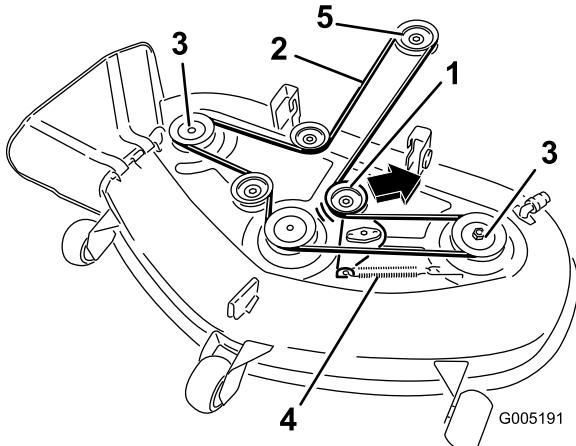

Figura 47
- Tirate la puleggia tendicinghia nel senso riportato nella Figura 47, e togliete la cinghia dalle pulegge.
- Montate la nuova cinghia attorno alla puleggia del motore ed a quelle del tosaerba (Figura 47).
- Tirate la puleggia tendicinghia nel senso riportato nella Figura 47, e montatela sulla puleggia tendicinghia (Figura 47).